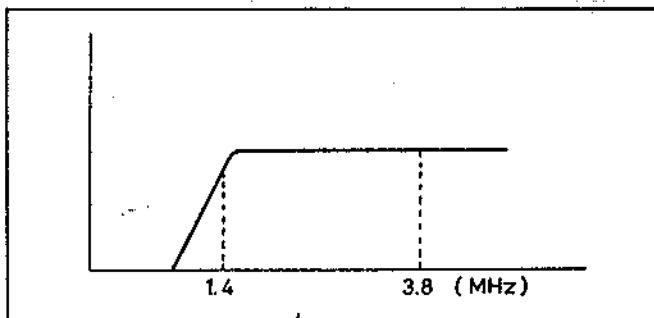

Abb. 5-13 Frequenzbandgang des 1,4 MHz Hochpaßfilters (HPF)
(8) 1,4 MHz Hochpaßfilter (1,4 MHz HPF, Abb. 5-13)